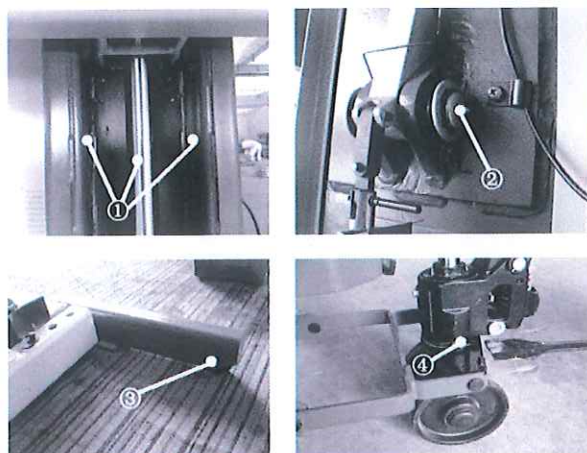

Fig.2
1.7. Smør/grease alle relevante deler regelmessig. Rens og smør glideblokker, smør sikkerhets-låser og akslinger/pinner. (Se Fig.2)